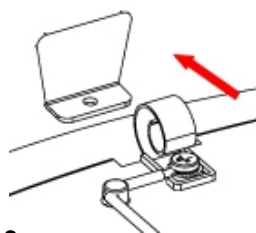

Рисунок 2. 51
- Осторожно снимите корпус, так как он соединен с основанием с помощью защелки, которая соединяет оба элемента (корпус и основание) сзади (Рисунок 2).